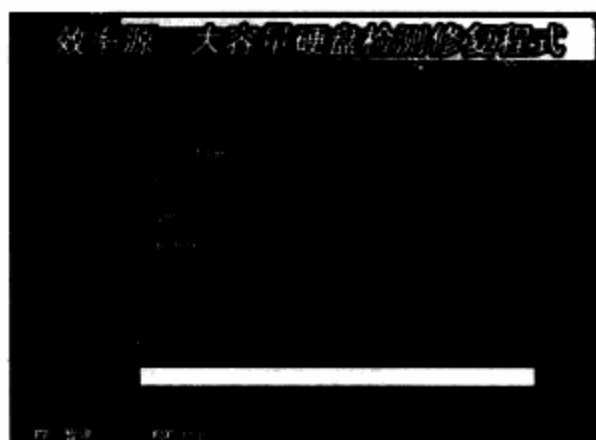

图9-23 检测IDE1接口上的硬盘
**步骤 04** 当光标移动到“硬盘全面检测”选项上后，按Enter键，效率源就会对IDE1接口上的硬盘进行全面检测。如图9-23所示。